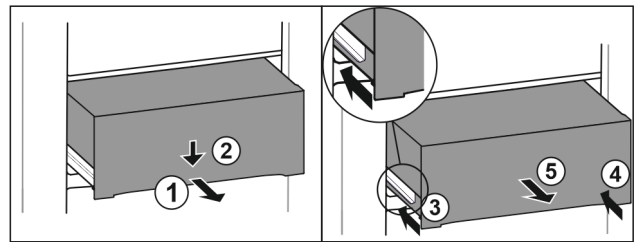

Fig. 94
- Lade er half uittrekken. Fig. 94 (1)
- Schuiflade aan de voorzijde omlaag drukken. Fig. 94 (2)
- Linker rail ca. 2 cm inschuiven. Fig. 94 (3)
- Rechter rail ca. 2 cm inschuiven. Fig. 94 (4)
- Lade naar voren toe verwijderen. Fig. 94 (5)